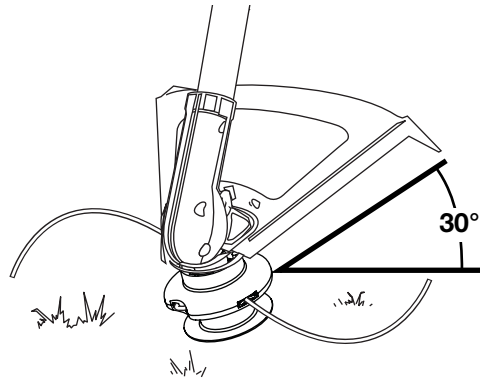

Fig. 13
Tournez entièrement l'appareil de manière à ce que l'accessoire de coupe soit à un angle de 30° par rapport au sol (Fig. 13).
1. Insérez chaque extrémité du fil de remplacement dans les trous des deux côtés du crochet de retenue (Fig. 13).